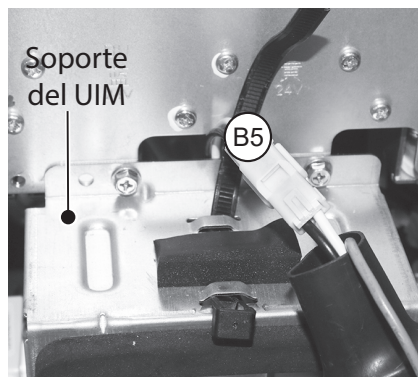

Figura 51 - Ubicación del mazo de cables "B5"
- 15** Desconecte el mazo de cables B5. Consulte la Figura 51 para conocer la ubicación.